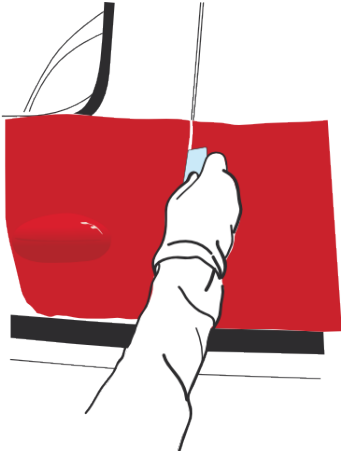

Figure 35
- ▶ Finir le travail en passant la raclette sur la découpe. Incliner la raclette dans le prolongement du bord fin. (FIG. 35) Bien appliquer le film sur les bordures, arrondies et faces attenantes ou opposées.